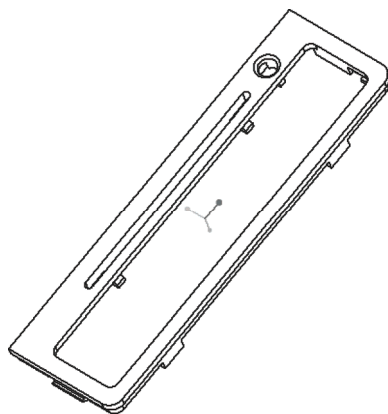

图 12-71 完成倒角特征
- 4) 在“边倒角”选项卡中单击  (完成) 按钮。完成该倒角的模型效果如图 12-71 所示。